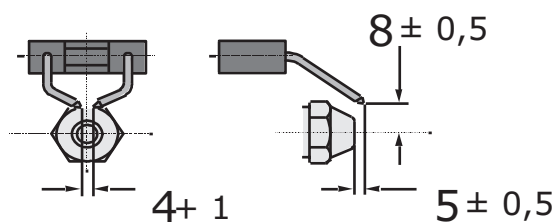

Fig. 510
- Revisar el estado de los picos del electrodo para el pulverizador (véase Fig. 510).
- Revisar el estado entre los electrodos (véase Fig. 510).